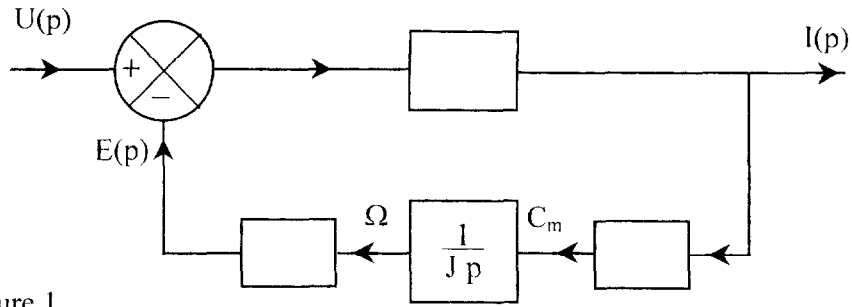

Figure 1
**1.2.1.** On note  $U(p)$ ,  $I(p)$ ,  $C_m(p)$ ,  $\Omega(p)$  et  $E(p)$  les transformées de Laplace respectives de  $u(t)$ ,  $i(t)$ ,  $C_m(t)$ ,  $\Omega(t)$  et  $e(t)$ . Montrer, en complétant les blocs du schéma causal de la figure 1, que ce schéma traduit les équations (1), (2), (3) et (4).